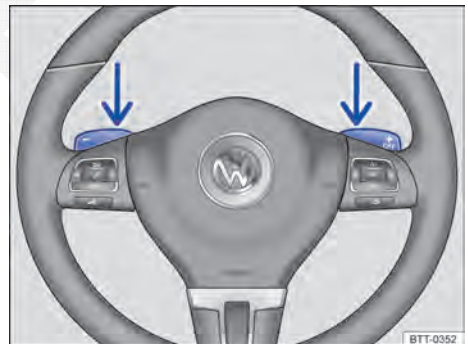

Fig. 148 Volante com seletores basculantes do Tiptronic.
- No programa de condução **D** ou **S** acionar os seletores basculantes no volante ⇒ Fig. 148 (setas).